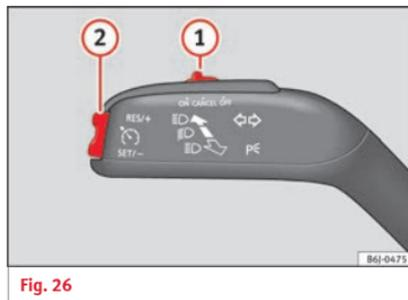

Fig. 26
- Conectar el GRA: desplace el conmutador »» fig. 26 ① hasta **ON**. El sistema está encendido. El sistema no regula al no haber programado ninguna velocidad.
- Activar el GRA: pulse el botón »» fig. 26 ② en la zona **SET/-**. La velocidad actual se memoriza y regula.
- Desconectar el GRA temporalmente: desplace el conmutador »» fig. 26 ① hasta **CANCEL** o pise el freno. La regulación se desconecta temporalmente.
- Conectar el GRA de nuevo: pulse el botón »» fig. 26 ② en **RES/+**. La velocidad memorizada se guarda y regula otra vez.
- Aumentar velocidad programada durante regulación de GRA: pulse botón ② en **RES/+**. El vehículo acelera hasta la nueva velocidad guardada.
- Reducir velocidad programada durante regulación de GRA: pulse botón ② en **SET/-** para reducir 1 km/h (1 mph). La velocidad se reduce hasta alcanzar la nueva velocidad memorizada.
- Desconectar el GRA: desplace el conmutador »» fig. 26 ① a **OFF**. Se desconecta el sistema y la velocidad memorizada se borra.